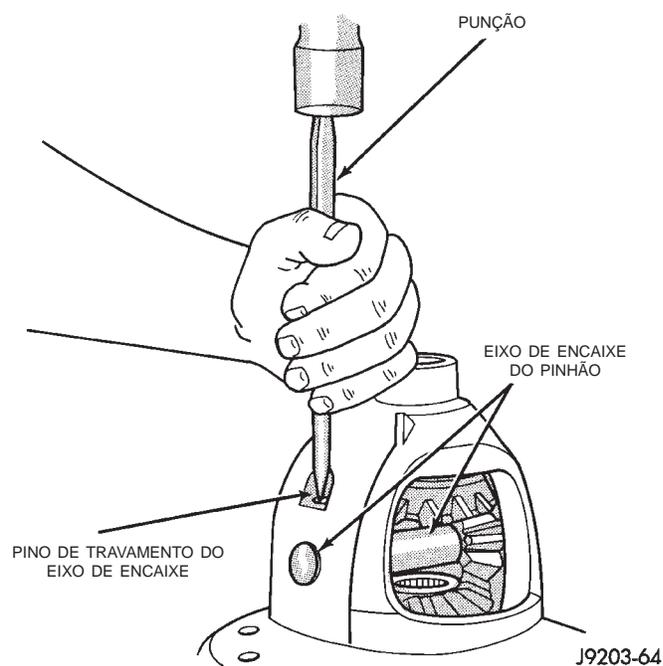

Fig. 39 Instalação do Pino Cilíndrico do Eixo de Encaixe do Pinhão
- (1) Instale as engrenagens planetárias do diferencial e as arruelas de escora.
- (2) Instale as engrenagens de encaixe do pinhão e as arruelas de escora.
- (3) Instale o eixo de encaixe da engrenagem do pinhão.
- (4) Alinhe o orifício na engrenagem do pinhão eixo de encaixe com o orifício na caixa do diferencial.
- (5) Instale e ajuste o pino cilíndrico do eixo de encaixe do pinhão na caixa do diferencial e no eixo de encaixe com uma punção e um martelo (Fig. 39). Martele levemente a borda do orifício do pino cilíndrico na caixa do diferencial em dois lugares, separados por uma distância de 180°.
- (6) Lubrifique todos os componentes do diferencial com lubrificante hipóide de engrenagem.
- (7) Instale a coroa.